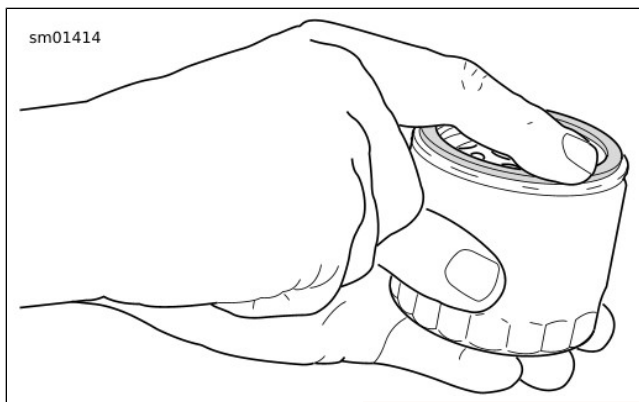

Abbildung 112. Schmieren der neuen Ölfilterdichtung
7. Siehe Abbildung 112. Den **neuen** Ölfilter einbauen.